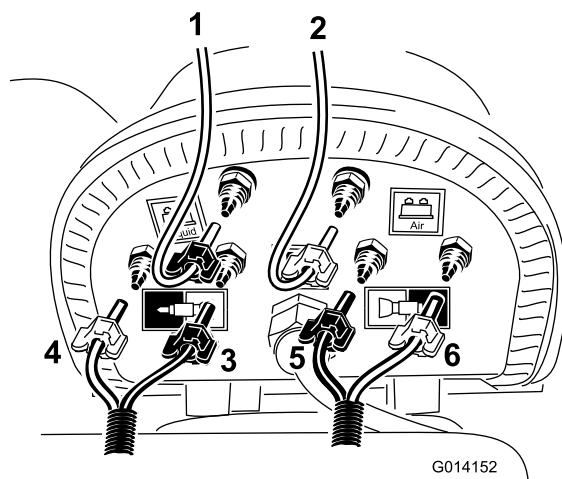

图22
注意： 如图22 所示，将透明管安装在压缩机的蓝色或供水宝塔接头上。用蓝色管夹固定两根管。管道的外壳需要进一步剖开，以便适应水箱组件的长度。
- B. 找出以前割下的短回环软管，然后如图22 所示，将透明管安装到黑色水箱盖余下的宝塔接头上。
- D. 找出连接至左喷洒臂的泡沫软管，将蓝色管和白色管安装至如图22 所示的位置。
- E. 找出连接至右喷洒臂的泡沫软管，将蓝色管和白色管安装至如图22 所示的位置。